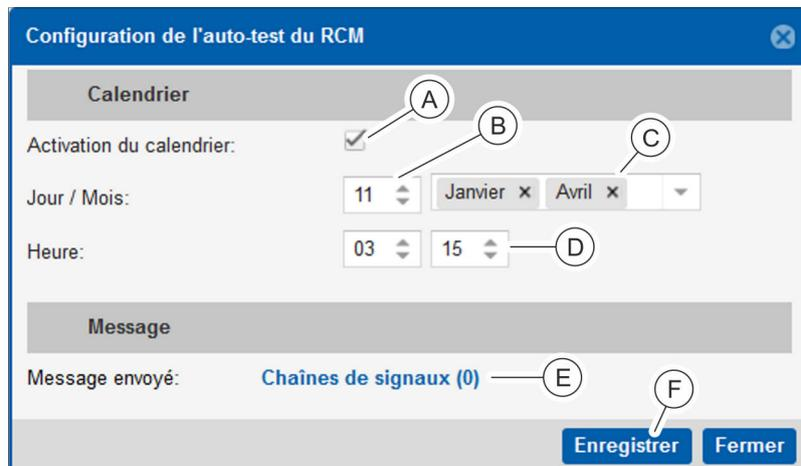

Fig. 110 : Paramètres de l'auto-test RCM
➔ Paramètres de l'auto-test RCM », ouvrir le masque « Configuration de l'auto-test du RCM » (Fig. 110).
2. ➤ Cliquer sur la case à cocher « Activation du calendrier » pour activer l'auto-test automatique RCM (Fig. 110 /A).
3. ➤ Sélectionner le jour souhaité du mois à l'aide du champ « Jour » (Fig. 110 /B).
4. ➤ Dans la case « Mois », sélectionner les mois souhaités (Fig. 110 /C).
5. ➤ Dans les champs « Heure », sélectionner l'heure souhaitée (Fig. 110 /D).
6. ➤ Si nécessaire, affecter des chaînes de signaux à exécuter après l'exécution de l'auto-test RCM (Fig. 110 /E).
7. ➤ Appuyer sur le bouton « Enregistrer » (Fig. 110 /F) pour enregistrer les réglages.